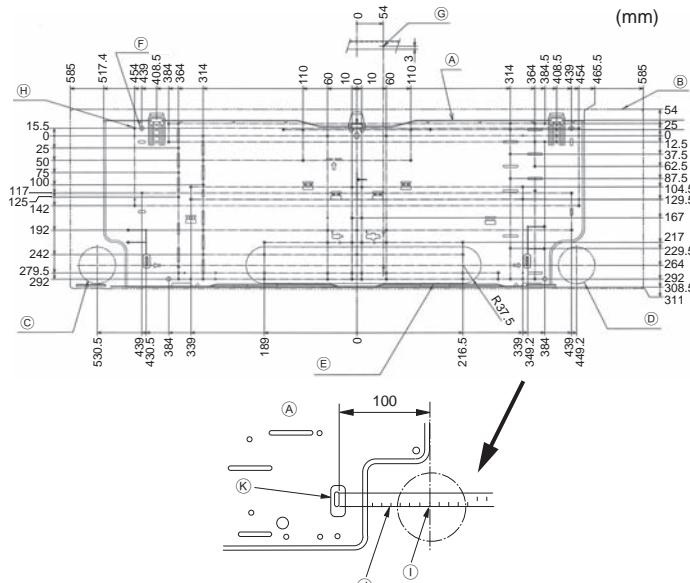
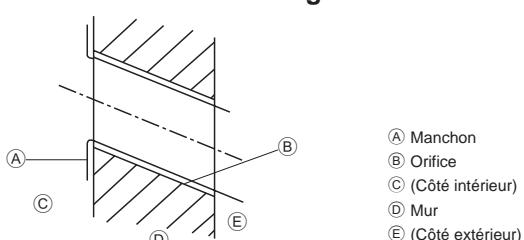

Fig. 3-2
Fig. 3-3
■ PKFY-P-VKM-E (Fig. 3-2)
- ① Planche d'installation ①
- ② Appareil intérieur
- ③ Orifice du tuyau arrière gauche inférieur ($\varnothing 75-\varnothing 80$)
- ④ Orifice du tuyau arrière droit inférieur ($\varnothing 75-\varnothing 80$)
- ⑤ Orifice de la rondelle pour orifice arrière gauche (75 x 480)
- ⑥ Orifice de boulon (4-9)
- ⑦ Orifice de mesure médiane ($\varnothing 2,5$)
- ⑧ Avant-trou (75- $\varnothing 5,1$)
- ⑨ Orifice central
- ⑩ Aligner la balance avec la ligne.
- ⑪ Insérer la balance.
3.2.2. Forage de l'orifice des tuyaux (Fig. 3-3)